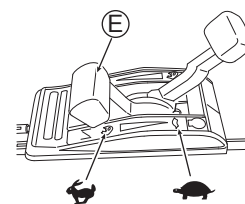

Fig. 12
- Vérifiez qu'il n'y a personne derrière vous lorsque vous tirez sur le bouton du Démarreur (V).
- Attrapez fermement le bouton du Démarreur (V) lorsque vous le tirez.
- Remettez doucement le bouton du Démarreur (V) dans sa position initiale.
5. Faites chauffer la machine avant de l'utiliser. Une fois que le moteur est chaud, commencez à tondre en plaçant la Manette des gaz (E) sur la position "N". (Voir Fig. 12)